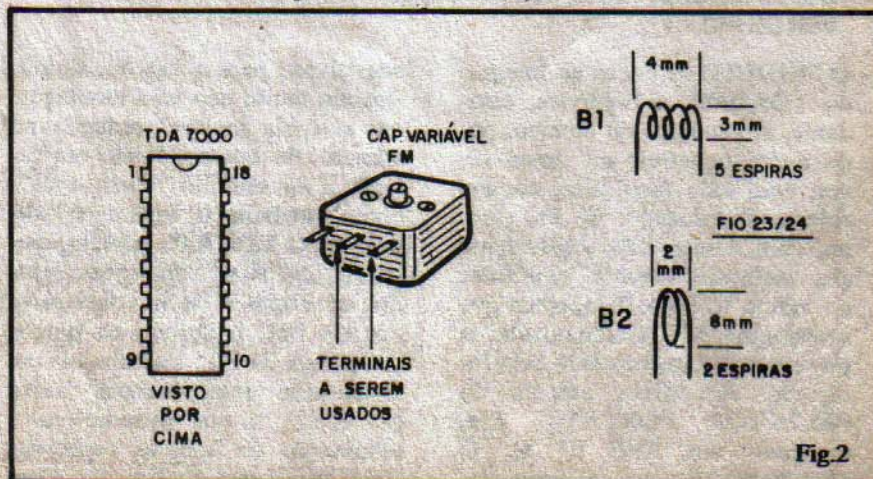

Fig.2
- FIG. 2 - Alguns componentes que merecem uma análise visual mais cuidadosa. O Integrado TDA7000
apresenta 18 pinos, que devem ser “contados” e identificados conforme mostra a figura (onde o componente é visto “por cima”). Quanto ao capacitor variável mini (aparência do dito cujo, na figura), embora a peça apresente três terminais, apenas dois deles serão usados (indicados pelas setas). Deve ser dada a preferência a variáveis que não tenham terminais muito curtos, para facilitar a acomodação na placa. Finalmente, ainda na fig. 2, temos os dados visuais para a confecção das duas bobinas, detalhados a seguir: